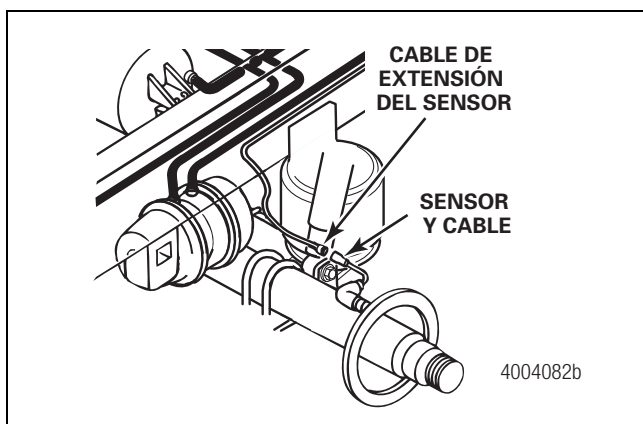

Figura 9
2. Conecte el sensor y los cables en los ejes preparados a los cables de extensión del sensor. Verifique que cada una de las conexiones esté bien asegurada. Figura 9.